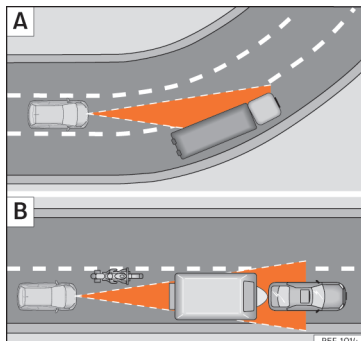

Fig. 249 [A] Veicolo in curva. [B] Motociclista che circola anteriormente fuori dal raggio d'azione del sensore radar.
Quando si entra o si esce da una curva, il sensore radar potrebbe smettere di rilevare il veicolo che circola anteriormente o reagire ad un veicolo situato nella corsia contigua » fig. 249 [A]. È possibile che il veicolo freni anche se non necessario o cessi di reagire in base al veicolo che precede. In questo caso, il conducente deve intervenire accelerando o fermando la frenata premendo il freno o spingendo la terza leva nella posizione **CANCEL** » fig. 246 ③.
Il sensore radar può rilevare veicoli stretti o che circolano non allineati solo quando entrano nel suo raggio di azione » fig. 249 [B]. In questi casi, se necessario, frenare.